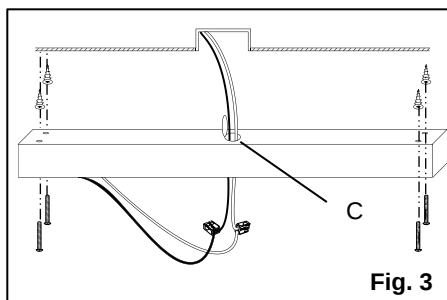

Fig. 3
1. Alignez le **corps de l'appareil** au plafond, en maintenant la boîte de sortie au centre du **corps de l'appareil**. (Fig. 3)
2. Percez un trou dans le **trou défonçable** (C) au centre du **corps de l'appareil** et faites passer les fils d'alimentation à travers ce trou. (Fig. 3)
3. Marquez l'emplacement de chacun des quatre trous de montage du **corps de l'appareil** au plafond, puis fixez une **ancree** à chacun de ces emplacements. (Fig. 3)
4. Montez le **luminaire** au plafond à l'aide des vis de montage fournies. (Fig. 3)
5. Une fois que le **corps du luminaire** est monté, connectez les fils du **luminaire** double aux fils d'alimentation dans le **corps du luminaire**. (Fig. 3)